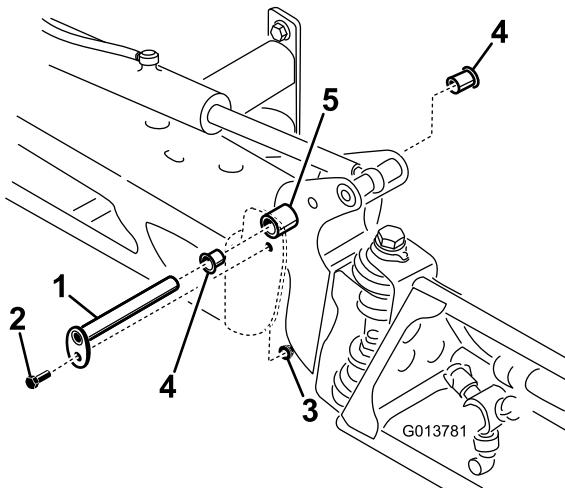

Bild 98
3. Wenn das Gewicht des Auslegers abgestützt ist, nehmen Sie die Schraube und die Mutter ab, mit denen der Lagerbolzen am Ausleger befestigt ist (Bild 98).
4. Nehmen Sie den Lagerbolzen ab (Bild 98).
6. Nehmen Sie die Nylonbüchsen vorne und hinten an der Schwenkhalterung ab und prüfen Sie sie (Bild 98).
8. Montieren Sie den Ausleger und die Schwenkhalterung im mittleren Rahmen und richten die Öffnungen aus (Bild 98).